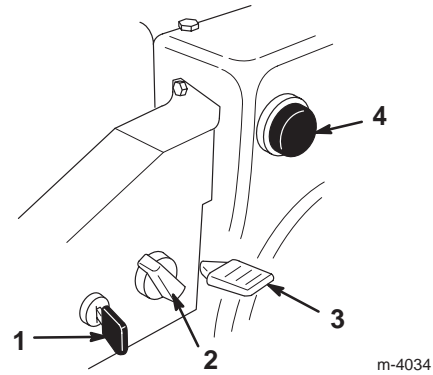

Figure 19
- **Clé de contact** (Fig. 19)—Insérez la clé dans le commutateur d'allumage avant de mettre le moteur en marche. Pour couper le moteur, retirez la clé de contact.
- **Starter** (Fig. 19)—Pour mettre en marche un moteur froid, tournez la commande de starter dans le sens des aiguilles d'une montre à la position *en service*. À mesure que le moteur se réchauffe, tournez progressivement le starter dans le sens anti-horaire jusqu'à la position *hors service*.
- **Commande d'accélérateur** (Fig. 19)—Déplacez la manette vers le haut pour augmenter le régime du moteur, ou vers le bas pour le réduire. Réglez la manette d'accélérateur en position d'*Arrêt* pour arrêter le moteur.
- **Amorceur** (Fig. 19)—Appuyez sur l'amorceur pour envoyer une petite quantité d'essence dans le moteur afin de faciliter le démarrage par temps froid.
2. Retirez la clé de contact du commutateur d'allumage (Fig. 19).
3. Enlevez le bouton du starter (Fig. 19).
5. Tournez le starter en position *en service* (Fig. 19).
6. Insérez la clé de contact (Fig. 19).
7. Couvrez l'orifice central de l'amorceur (Fig. 19) avec le pouce et appuyez sur l'amorceur à trois reprises, en marquant une pause à chaque fois.
10. Dès que le moteur a démarré, tournez le starter (Fig. 19) à la position 3/4. A mesure que le moteur se réchauffe, tournez le starter à la position 1/2. Quand le moteur est suffisamment chaud, tournez le starter à la position *hors service*.